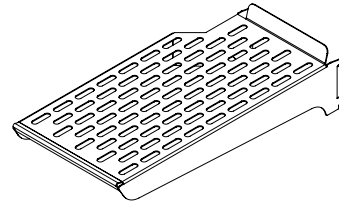

Figure 14
- (2) Étagère en verre de demi-largeur en porte-à-faux réglable, voir la Figure 14